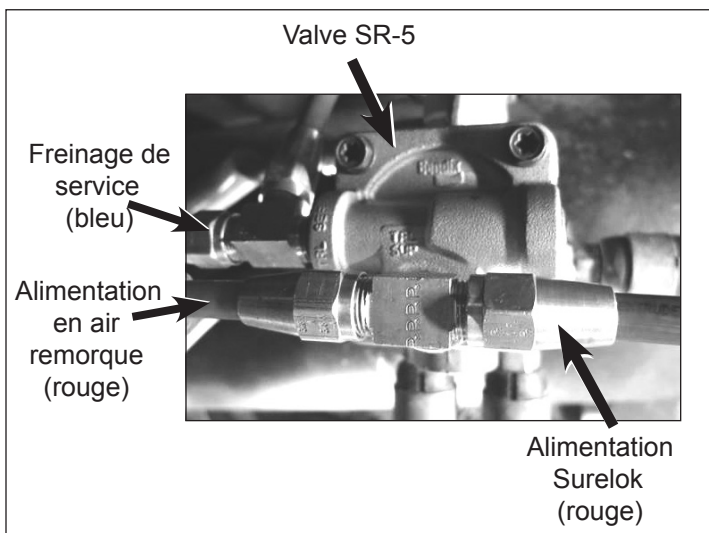

Figure 4 – Raccords des conduites d'air du couvercle de piston
1. Identifier, puis débrancher les conduites d'air raccordées au couvercle du piston de commande. (*Consulter la Figure 4.*)